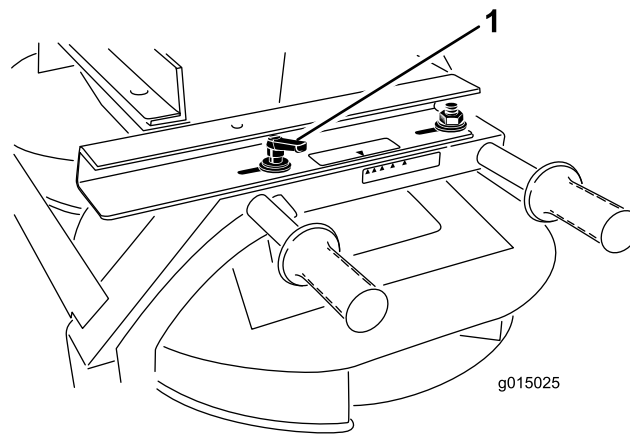

図 32
1. ツインスピナーの左右にあるハンドルをゆるめる (図 32)。